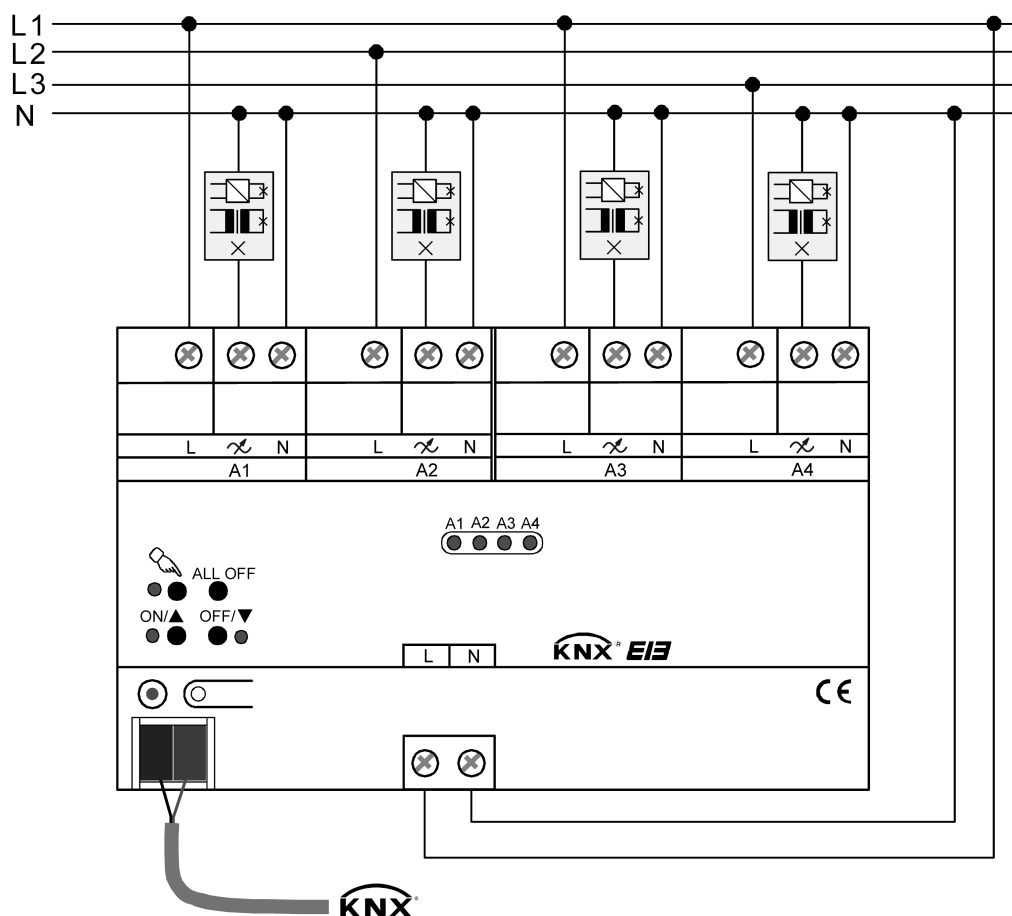

Bild 4: Elektrischer Anschluss (am Beispiel der Gerätevariante 4fach)
- Den Busanschluss, den Anschluss der Spannungsversorgung und der Last gemäß Anschluss-Bild (Bild 4) vornehmen.